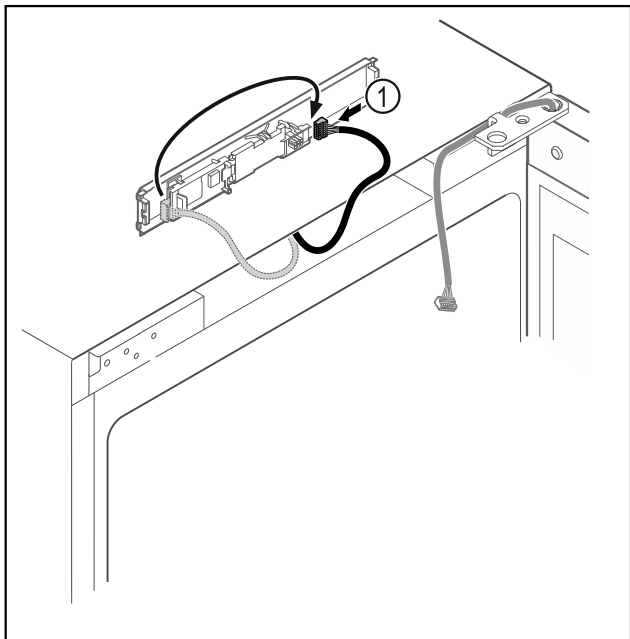

Fig. 13
- Flytta kontakten Fig. 13 (1) till kretskortet.